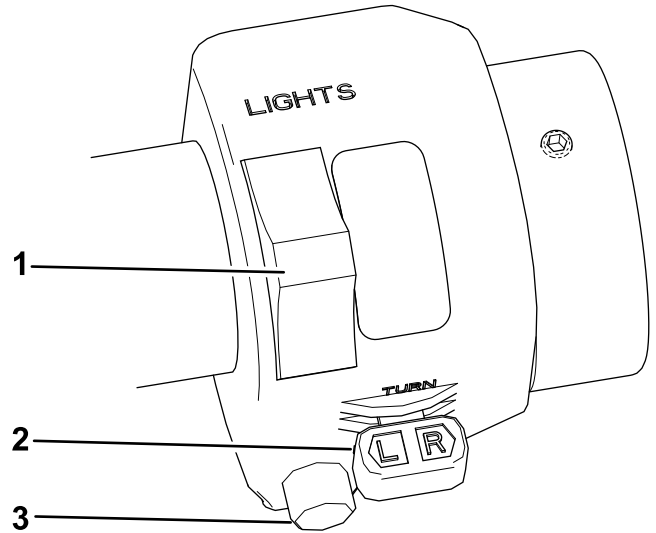

Figura 19
- El **interruptor de los intermitentes** controla los intermitentes de la derecha y la izquierda cuando la llave de contacto está en la posición de Encendido (Figura 19).
- El interruptor de los faros (luces largas y cortas) funciona solamente cuando la llave de contacto está en la posición de Encendido (Figura 19).